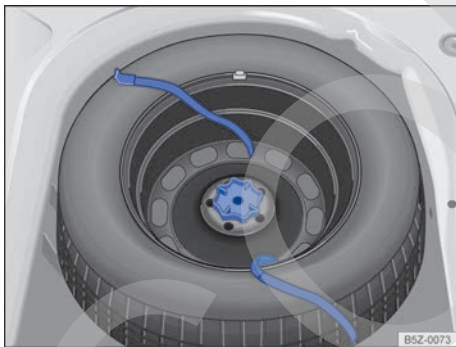

Fig. 142 En el maletero: palanca para fijar la rueda de emergencia.
- Girar totalmente la palanca ubicada en el medio de la rueda de emergencia → fig. 142 en el sentido antihorario y quite la rueda de emergencia.